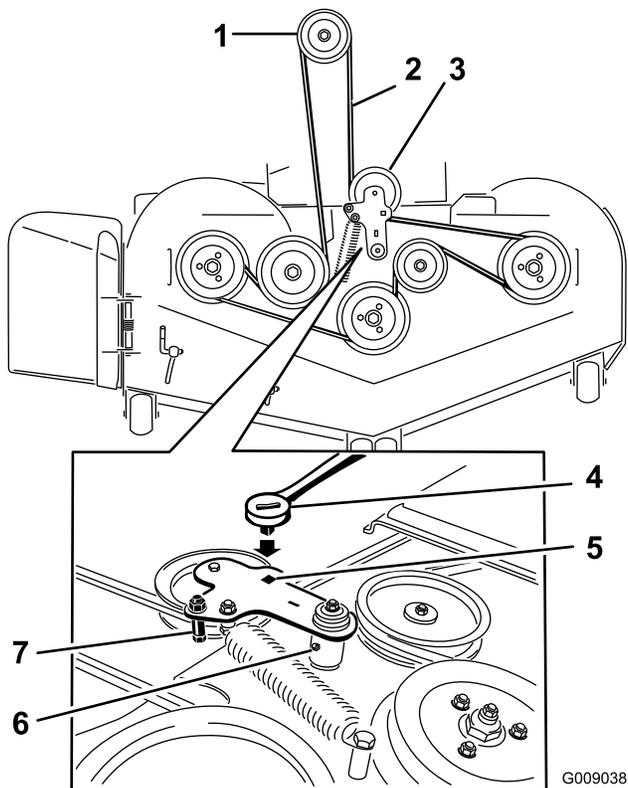

Figura 58
5. Utilice una llave de carraca en el taladro cuadrado del brazo tensor para aliviar la tensión del muelle tensor (Figura 58).
7. Retire la guía de la correa del brazo tensor tensado con muelle según lo ilustrado en Figura 58.
9. Pase la correa nueva alrededor de las poleas del cortacésped y de la polea del embrague, debajo del motor (Figura 58).
10. Instale la guía de la correa en el brazo tensor según se muestra en Figura 58.
11. Utilizando la llave de carraca en el taladro cuadrado, instale el muelle tensor (Figura 58).